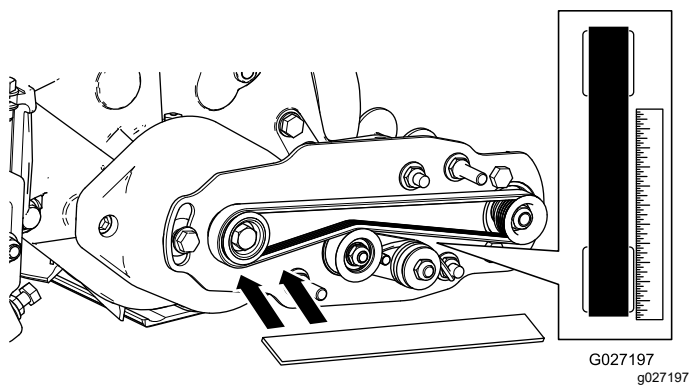

图 16
- 沿着**驱动**皮带轮的外面放置直尺 图 16。**切勿**把直尺穿过驱动皮带轮和从动皮带轮。